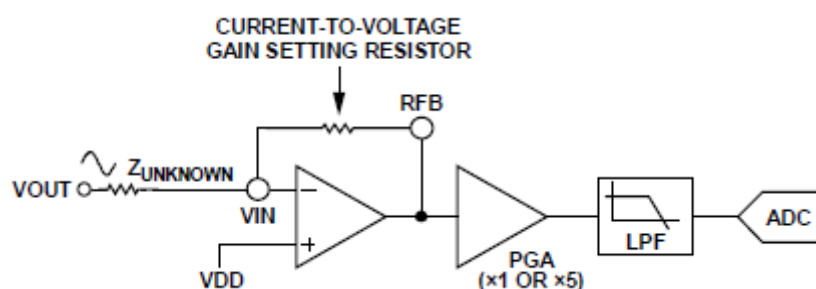

图 3-22 AD5933 部分信号链
2. 校准电阻和反馈电阻应该尽量与被测电阻在一个量级上。这样做的目的首先是为了保证下面公式（见图 3-22）信号链的线性。